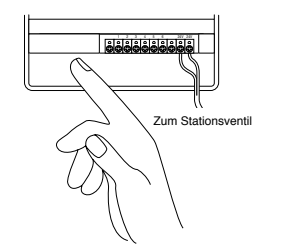

ABBILDUNG 18: Anschluss der Ventildrähte
- Es kann erforderlich sein, die Anschlussklemme zu öffnen, um den Draht einzusetzen oder herauszunehmen. Hierzu die Schraube mit einem Kreuzschlitzschraubendreher anziehen, bis der Draht sicher hält [siehe Abb. 18].
- Den Sammelleiter an die mit COM beschriftete Klemme anschließen [siehe Abb. 18].